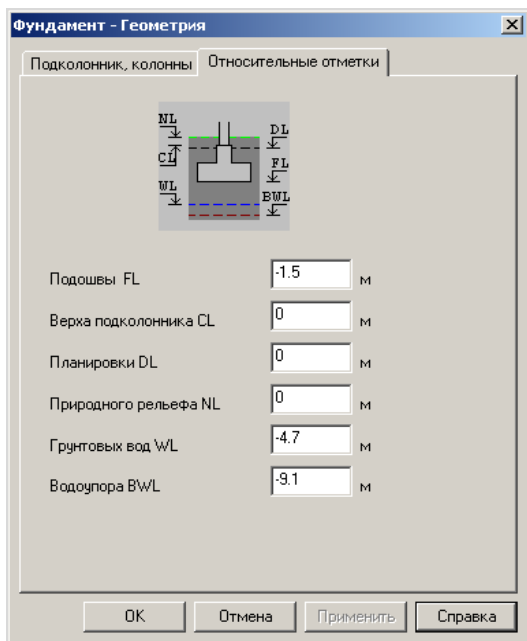

Рис.8.2.5. Окно диалога **Фундамент – Геометрия** (закладка **Относительные отметки**)
- щелкните на закладке **Относительные отметки** (рис.8.2.5);